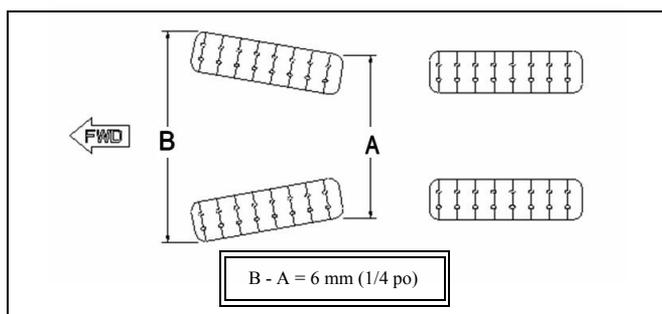

Figure 5
On exige d'ajuster le parallélisme alors que le UTV est placé sur le sol, en déplaçant celui-ci vers l'avant sur environ 3 m (10 pieds) pour ensuite mesurer le parallélisme. Celui-ci devrait être de 6 mm (1/4 po) supérieur à l'avant (B) par rapport à l'arrière (A). Voir la Figure 5.